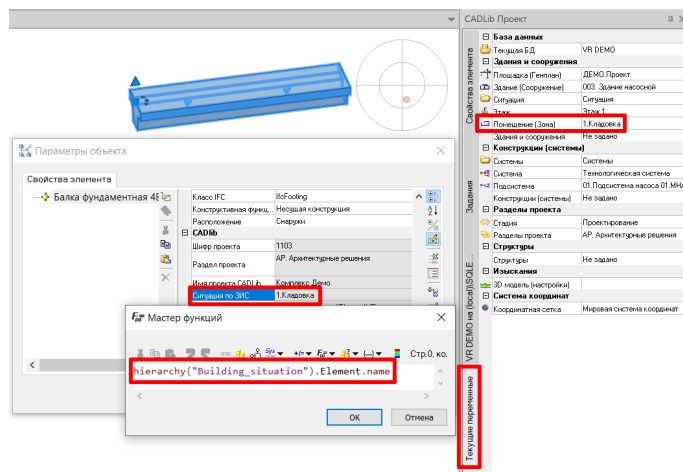

Рис. 3. Получение наименования узла по ситуации иерархии комплекса
- `hierarchy("<имя иерархии>").Element.name` выводит имя последнего узла иерархии, который установлен в текущих переменных объекта. Не работает для иерархии Project. Пример использования формулы показан на рис. 3;